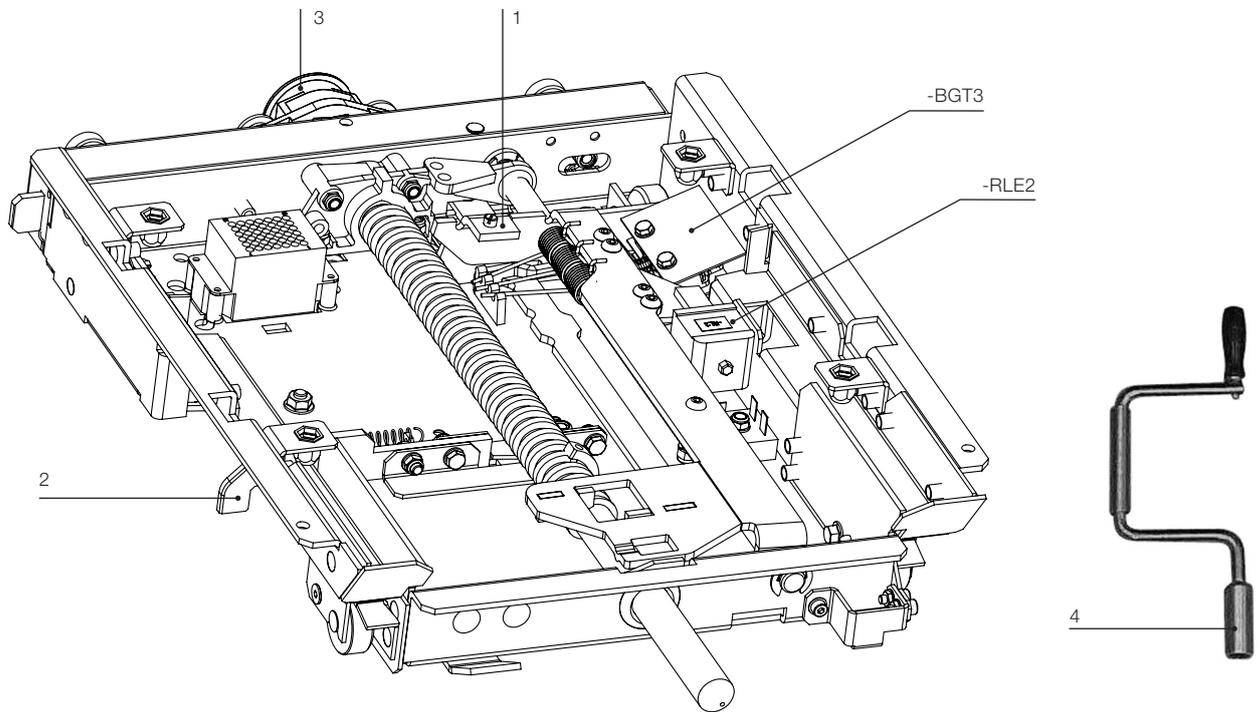

Fig. 12a - Dispositivos de bloqueo en el carro de extracción.
- Bloqueo eléctrico que impide el cierre del contactor cuando el carro no está en las posiciones de “insertado” (200 mm), “test” (47,5 mm) y “extraído” (0 mm) (-BT3) (fig. 12a).
- Bloqueo mecánico que impide la inserción y la extracción del contactor cuando está cerrado y el cierre del contactor cuando el carro no está en las posiciones de “insertado”, “test” y “extraído” (1) (fig. 12a).
- Electroimán de bloqueo en el carro del contactor que, si falta tensión, impide la inserción o la extracción (-RLE2) (fig. 12a).
- Bloqueo mecánico que impide la inserción del contactor si la puerta del contenedor no está cerrada (requiere el recíproco enclavamiento en la parte fija) (126).
- Bloqueo mecánico para la posición de “test” (2) (fig. 12a).
- Bloqueo para corrientes diversas (5) (fig. 12a).